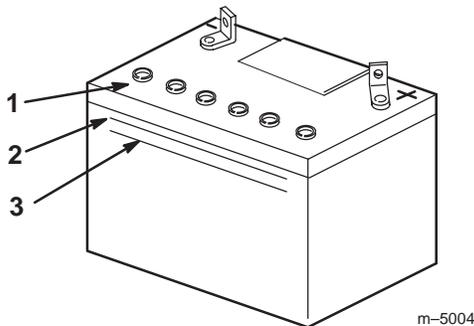

Figure 69
2. Observez le côté de la batterie. Le niveau de l'électrolyte doit atteindre le trait **supérieur** (Fig. 69). Ne laissez pas l'électrolyte descendre en dessous du trait **inférieur** (Fig. 69).
3. Enlevez les bouchons d'aération de la batterie (Fig. 69).
4. Versez lentement de l'eau distillée dans chaque élément jusqu'au trait **supérieur** (Fig. 69) sur le côté de la batterie.
5. Attendez cinq à dix minutes après avoir rempli les éléments. Ajoutez de l'eau distillée au besoin, pour amener le niveau au repère **supérieur** (Fig. 69) sur le côté de la batterie.